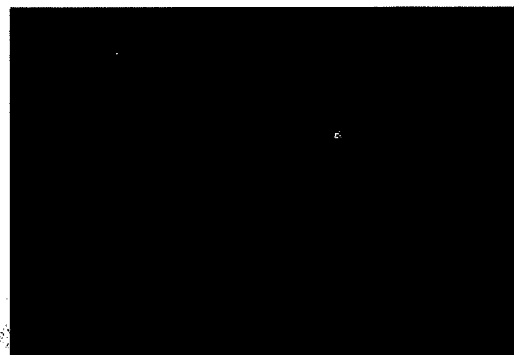

Figura 40
3. **Manguera de recuperación** - Coloque la manguera de jardín dentro del depósito de recuperación. La manguera de recuperación está ubicada detrás del borde roscado. **NOTA: No coloque la manguera en la entrada de vacío (consulte la figura 40), se producirán daños.**